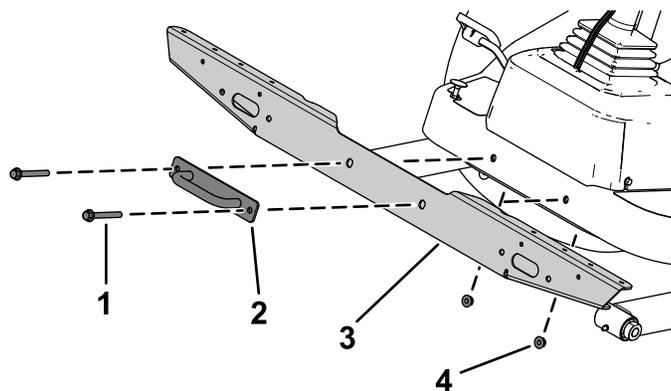

Figura 12
- 2. Prenda a montagem cruzada das luzes à plataforma utilizando os parafusos, porcas e suporte da abraçadeira previamente removidos (Figura 12).